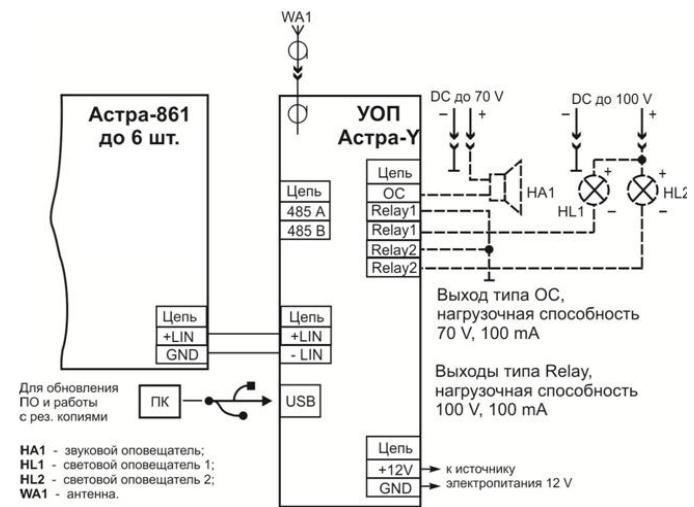

Рисунок 3
- Блоки выносной индикации «**Астра-861**» (до 6 штук) увеличивают информативность УОП (рисунок 3).